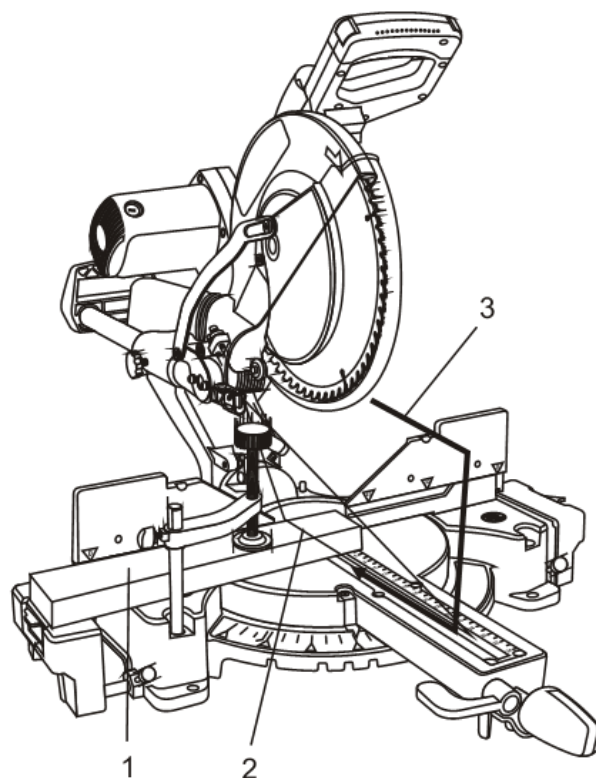

Fig. 24
1. Fixez une pièce de ferraille telle qu'un 2x4 (1) sur la base, en laissant environ 2 po à couper (Fig. 24).